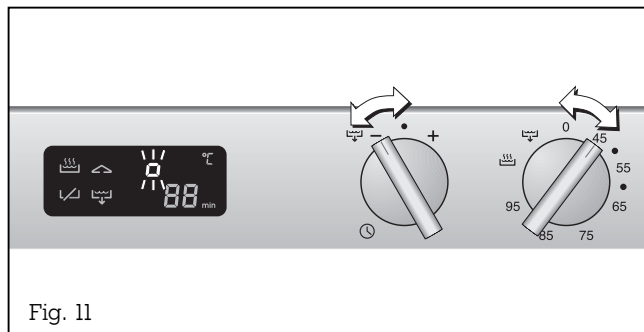

Fig. 11
- Ramenez le bouton « minuteur » en position 0. Sur l'afficheur, l'indication  (sécurité enfants) s'affiche (fig. 11). Vous pouvez maintenant tourner le bouton température dans une position quelconque sans que l'appareil chauffe.